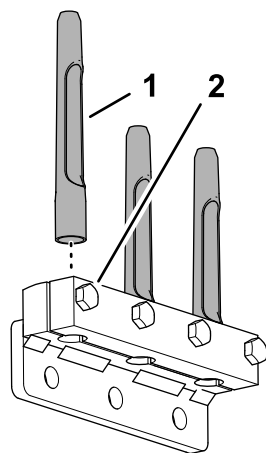

Figura 41
2. Asamblai dinii în suportul pentru dini și în clemă pentru dini (Figura 41).